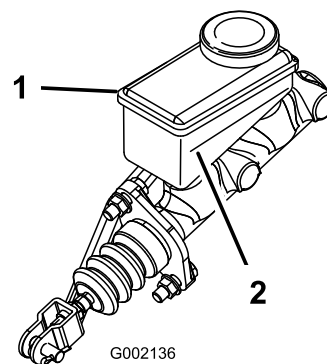

Figura 55
3. Observe o nível do fluido na parte lateral do reservatório (Figura 55).
- B. Adicione fluido dos travões DOT 3 ao reservatório até o nível do fluido estar acima da linha de mínimo (Figura 55).